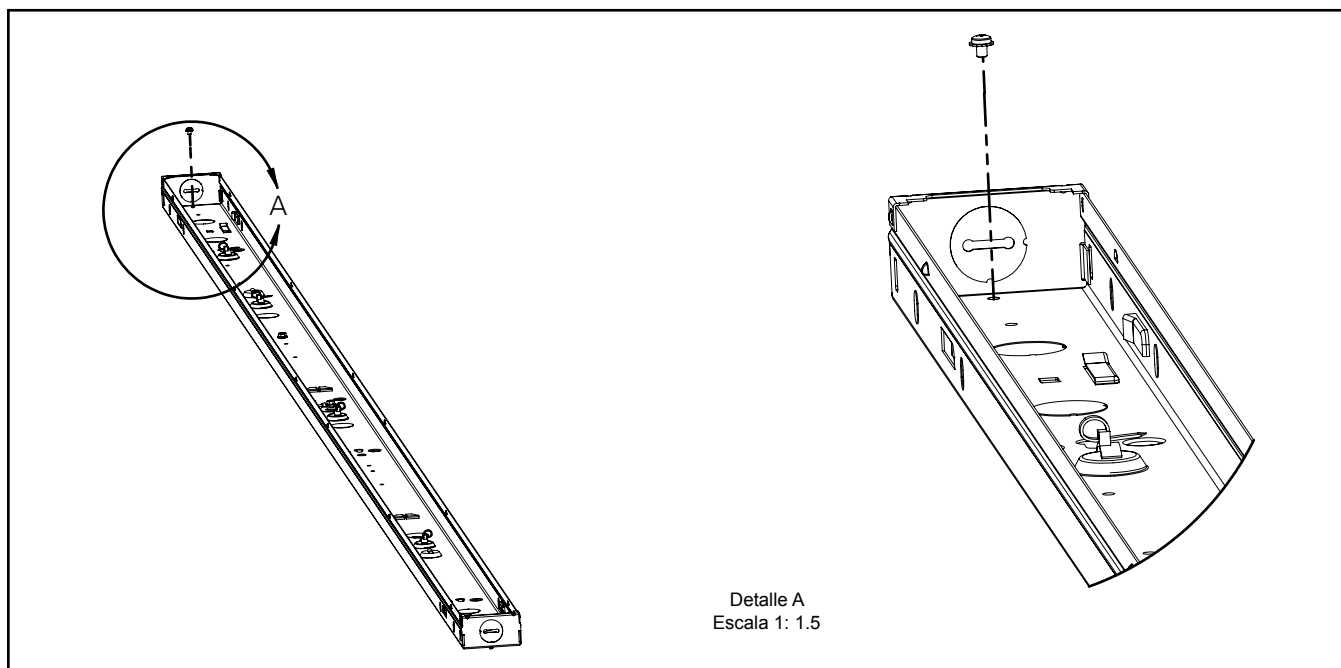

Figura 2
2. Utilice un destornillador de estrella para soltar el tornillo que sujeta la tapa metálica (Figura 2). Luego, apriete el canal y tira para quitar la tapa metálica.